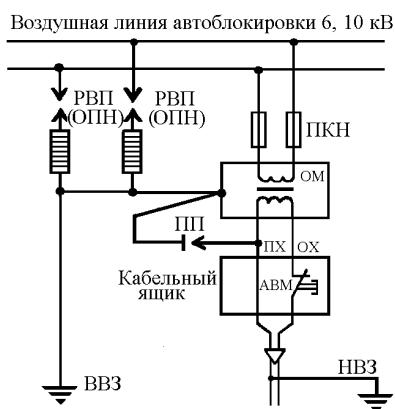
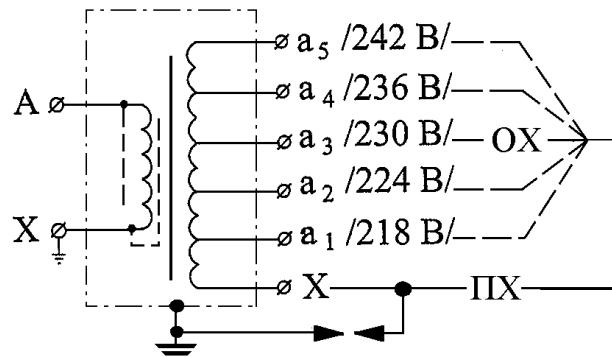

Рисунок 1 – Схема защиты линейного трансформатора ОМ от перенапряжений
Рисунок 3 – Схема трансформатора
4. Проверка разрядников РВ (ОПН) (рис. 1)	<p>Проверить состояние фарфорового чехла, цементных швов, надежность пайки отверстия для проверки герметичности. Не допускается разгерметизация разрядника, трещины фарфорового чехла, цементных швов и других повреждений. При проверке разрядник (ОПН) должен быть испытан. Дефектный разрядник заменяют на годный. Проверить подключение шлейфов к разрядникам (ОПН) и спусков к высоковольтному контуру заземления. Он должен быть выполнен из трех прутков диаметром не менее 5 мм</p>
5. Проверка трансформатора ОМ (рис. 2)	<p>Произвести очистку кожуха трансформатора от пыли и грязи, проверить надежность сварных швов, отсутствие вздутий и подтекания масла. При обнаружении подтекания масла осторожно подтянуть соответствующие болты. Проверить уровень масла по маслоуказателю (при наличии) и соответствие его температуре. При необходимости долить масло (по отдельному наряду). Проверить состояние изоляторов, подключение шлейфов. Выявленные отступления устраниТЬ. Проверить состояние и правильность подключения пробивного предохранителя (ПП) (рис. 1). Один из его электродов должен присоединяться к корпусу трансформатора ОМ 6-10 кВ, а второй - к проводу, идущему от низковольтного вывода обмотки в кабельный ящик. При необходимости выполняют регулировку уровня напряжения. На вторичной обмотке переключают вывод (рис. 3)</p>